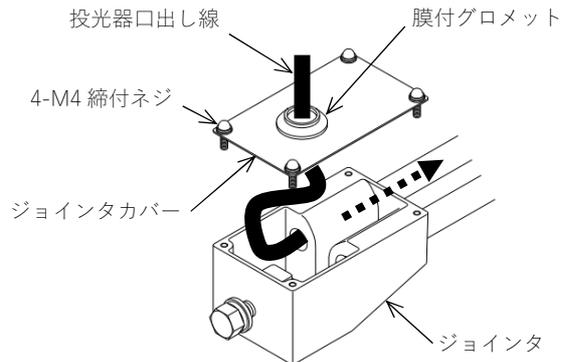

図2
5. 膜付グロメットに切り込みを入れ、投光器の口出し線を膜付グロメットからジョインタ内に挿入し、アーム内を通して引き出してください。(図2)